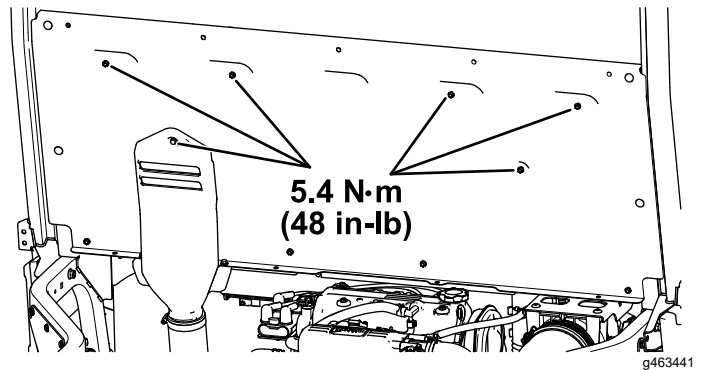

Bild 30
- H. Ziehen Sie die fünf Sechskantscheibenkopfschrauben ($\frac{1}{4}'' \times \frac{3}{4}''$) und die unverlierbare Schraube an der CVT-Ansaughaube auf ein Drehmoment von 5,4 N·m fest, wie in **Bild 30** dargestellt.